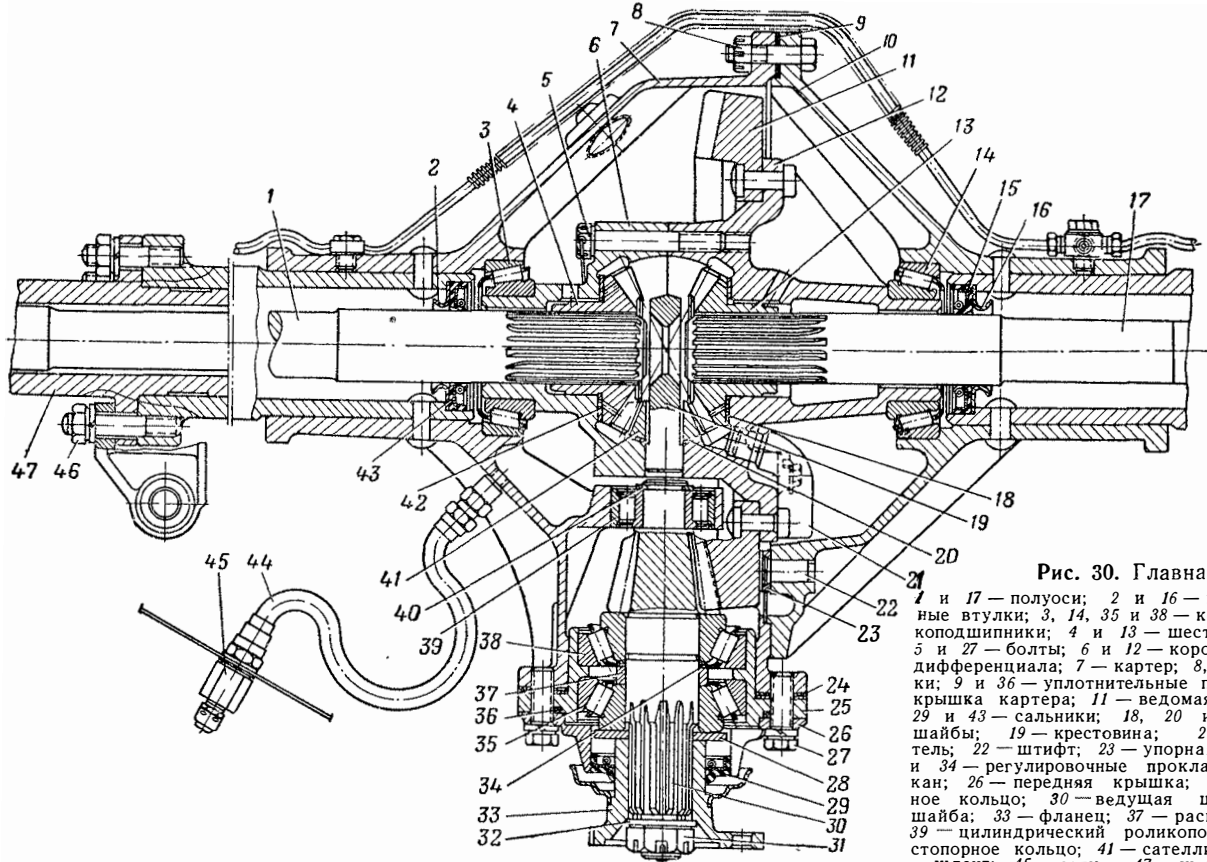

Рис. 30. Главная передача:
9. Вывернуть сапун 45 (рис. 30), снять уплотнительное кольцо и вынуть из отверстия корпуса машины наконечник гибкого шланга 44. Снять с наконечника шланга второе уплотнительное кольцо. Вывернуть наконечник шланга из штуцера картера 7 моста и снять шланг.
6. Ввернуть наконечник гибкого шланга 44 (рис. 30) в штуцер картера 7 моста. Надеть на противоположный наконечник шланга уплотнительное кольцо, вставить в отверстие корпуса машины, надеть второе уплотнительное кольцо и ввернуть сапун 45.
11. Вывернуть сапун 45 (рис. 30), снять уплотнительное кольцо и вынуть из отверстия корпуса машины наконечник гибкого шланга 44. Снять с наконечника шланга второе уплотнительное кольцо. Вывернуть наконечник шланга из штуцера картера 7 моста и снять шланг.
5. Вернуть наконечник гибкого шланга 44 (рис. 30) в штуцер картера 7 моста. Надеть на противоположный наконечник шланга уплотнительное кольцо, вставить в отверстие корпуса машины, надеть второе уплотнительное кольцо и вернуть сапун 45.
2. Расшплинтовать и вывернуть два болта крепления крышки 10 (рис. 30) картера моста. Отвернуть гайки 8, вынуть болты и снять крышку 10 и уплотнительную прокладку 9.
22. Выпрессовать наружные кольца конических роликоподшипников 3 и 14 (рис. 30) из картера моста и крышки картера.
а) предохранительные втулки 2 и 16 (рис. 30) сальников должны быть установлены до упора в бурты кожухов полуосей;